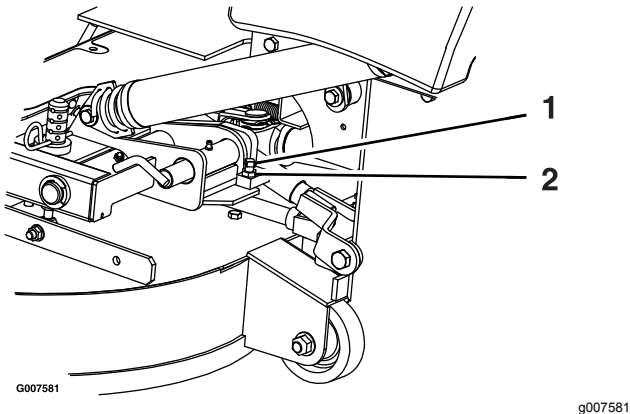

Figure 71
2. Desserrez l'écrou de blocage et tournez la vis de butée dans le sens horaire jusqu'à ce que la goupille de verrouillage soit serrée et ne puisse pas être tournée à la main (Figure 71).